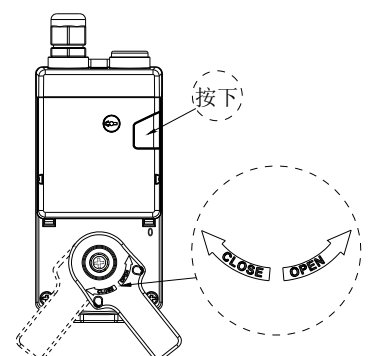

图 7
- 如图 7, 按下离合按键, 可手动转动手柄使阀体开关(力过大转不动时需要用工具辅助)。